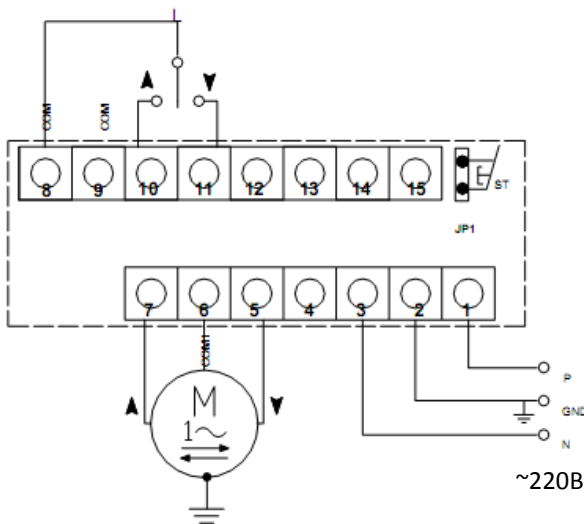

Рис.1
**Подключение электромеханического привода (рис.1)**